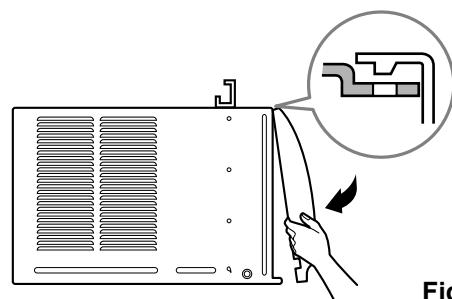

Fig. 10
13. Agregue la parrilla frontal al gabinete insertando las pestañas en la parrilla dentro de las pestañas del frente del gabinete. Empuje la parrilla hasta que se fije en el lugar. (ver Fig. 10)